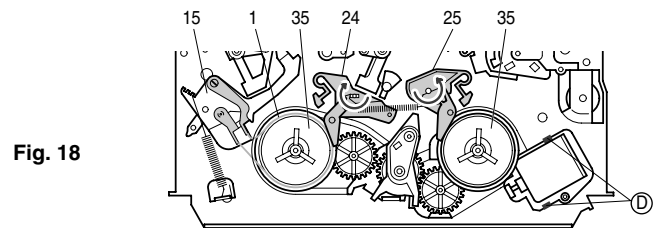

Fig. 18
- Rasthaken \textcircled{D} lösen (Fig. 18).
- Wickeltellerbremsen (Pos. 24 / 25) in die Pfeilrichtungen (Fig. 18) so weit drehen, bis diese abnehmbar sind. Wickeltellerbremsen abnehmen.
- Vorbereitung: Wickeltellerbremsen (Pos. 24 / 25) in die Pfeilrichtungen (Fig. 18) so weit drehen, bis diese abnehmbar sind. Wickeltellerbremsen abnehmen.